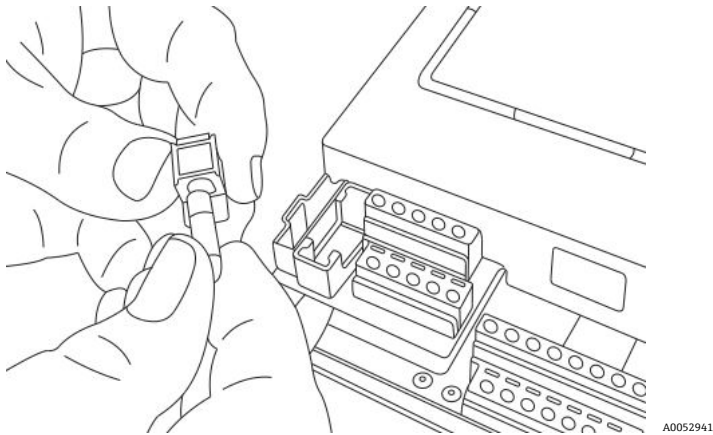

図 35. ヒューズの取外し
3. 必要に応じて、プローブ、電源、圧力センサの配線を端子台から取り外します。設置 → 図 35 を参照してください。